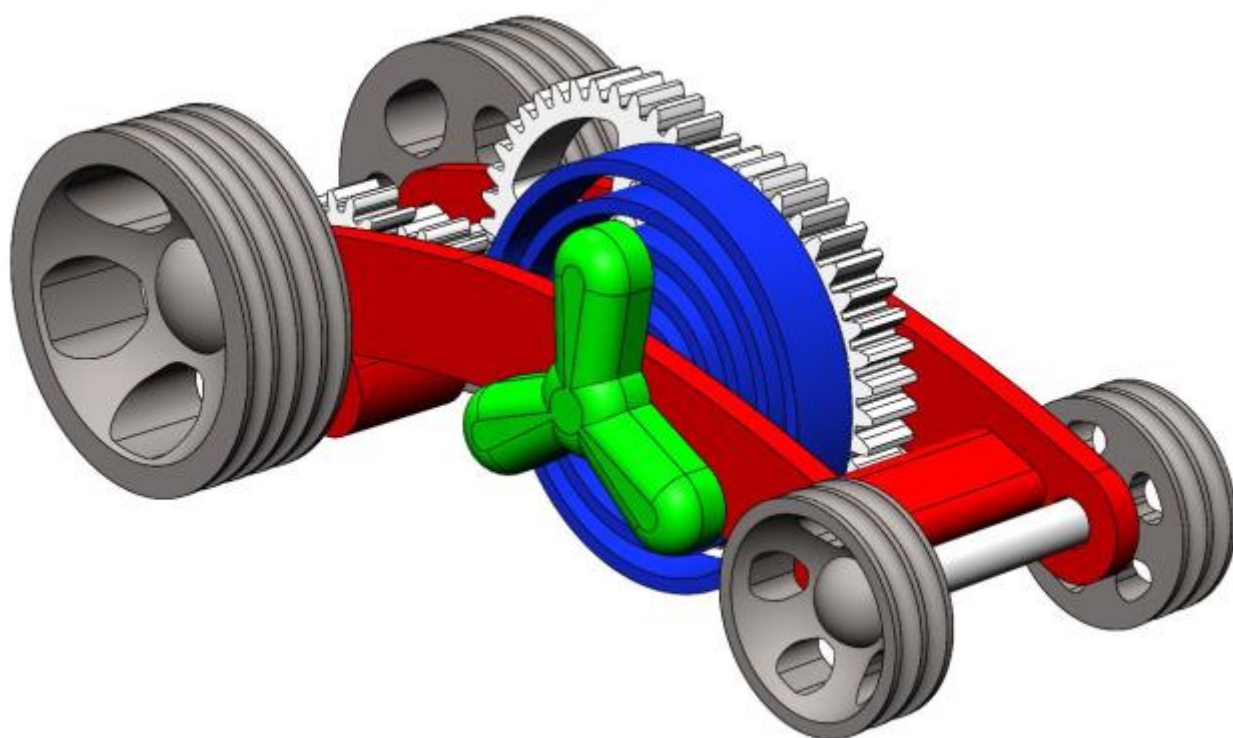

Рис.1 – Общий вид изделия
- Образец примерного внешнего конечного вида проектируемого устройства (рис. 1);